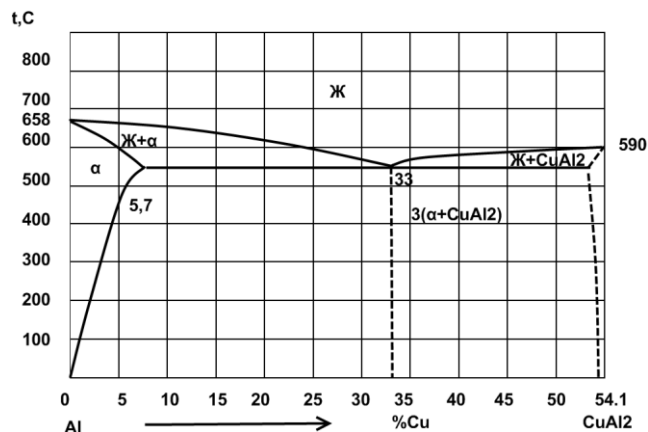

Рис. 10. Диаграмма состояния алюминий – медь (Al – Cu)
2. Вычертите диаграмму состояния системы алюминий – медь (Al – Cu). Опишите взаимодействие компонентов в жидком и твердом состояниях, укажите структурные составляющие во всех областях диаграммы состояния и объясните характер изменения свойств сплавов в данной системе с помощью правил Курнакова (рис. 10).